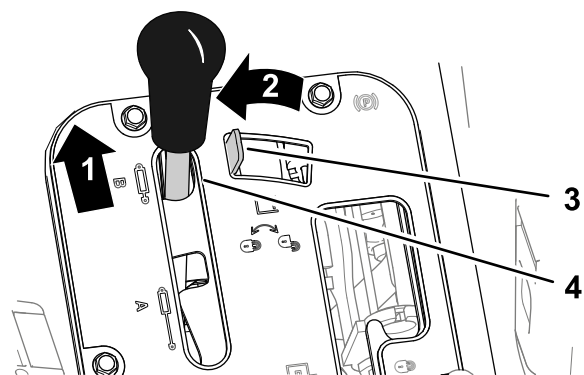
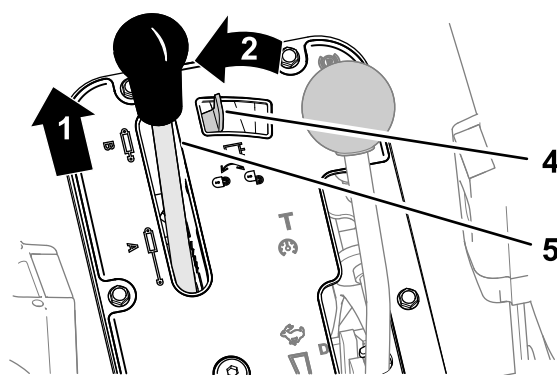

Figura 70
Figura 71
1. Spingete in avanti la leva di sollevamento idraulico (Figura 70 o Figura 71).
2. Spostate il bloccaggio del sollevamento idraulico a sinistra per innestare il bloccaggio (Figura 70 o Figura 71).